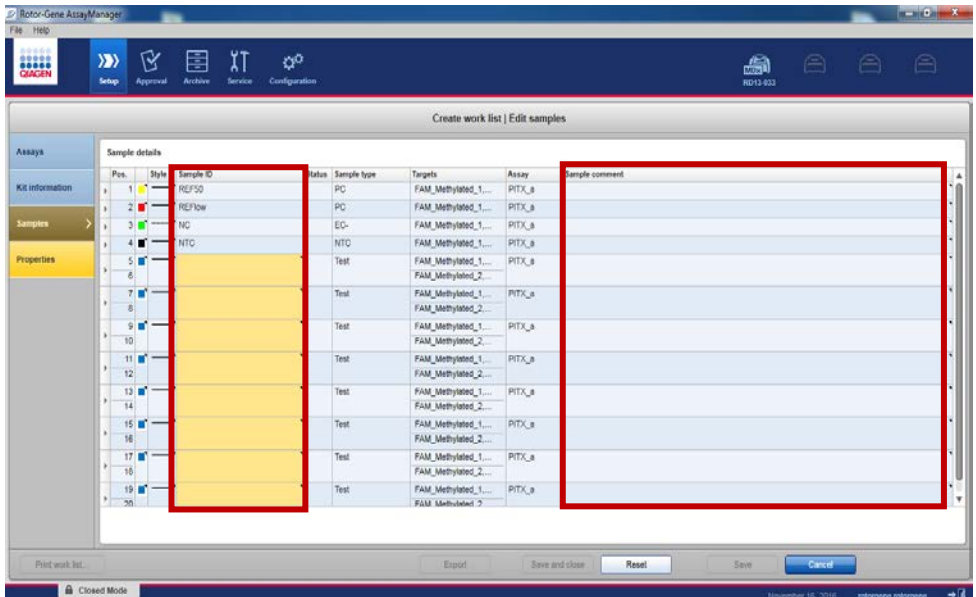

Figura 10. Ajustes de muestra.
23. Introduzca la identificación de la muestra, así como toda información de la muestra opcional, como comentario en cada muestra (Figura 10).